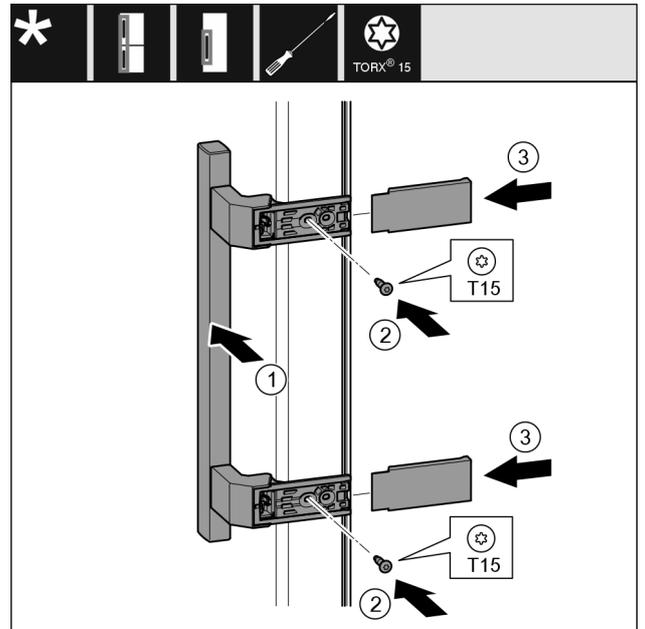

Fig. 23
- ▶ Placer la poignée Fig. 23 (1) du côté opposé.
- ▶ Serrer les vis Fig. 23 (2) avec un tournevis.
- ▶ Placer les caches Fig. 23 (3) sur le côté et les faire glisser.